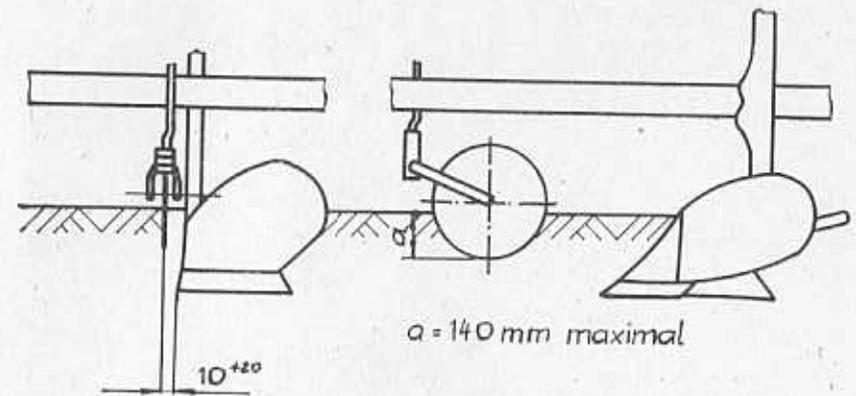

Abb. 11 Anbaumaße Doppelscheibensech
- Zwischen der Nabe des Scheibenseches und der Bodenoberfläche muß ein ausreichender Abstand bleiben, damit keine Verstopfungen auftreten. Der Abstand zwischen Sechsscheibe und Scharspitze soll dem Maß 10 angenähert werden (Abb. 11).